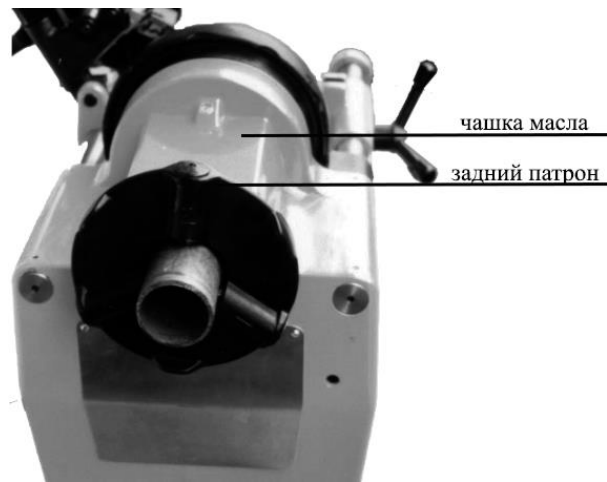

Рис.3
1. Поверните передние и задние патроны по часовой стрелке, затем ослабьте три кулачка, установите трубу рядом с задним патроном, чтобы она проходила через передний патрон. Установите трубу так, чтобы зона резки или торец, подлежащий нарезанию резьбы, на 100 мм выступал из передней части зажимного патрона(см. рис. 3).